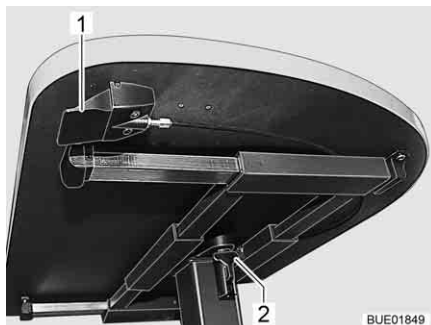

Bild 113 Inställning lyftbord
- För ned låsarmen (Bild 113,2).
- Tryck spaken (Bild 113,1) under bordsskivan uppåt. Lyftmekanismen i bordsbenet låses upp.
- Tryck spaken (Bild 113,1) under bordsskivan uppåt. Bordsskivan åker själv upp till det övre ändläget.